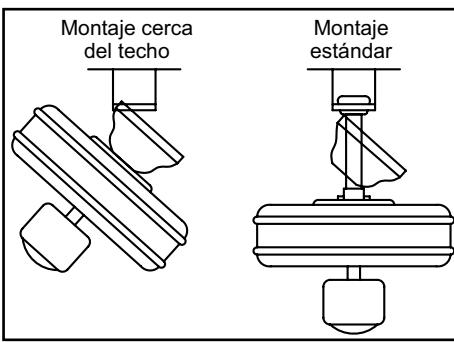

Figura 11
4. Con cuidado alza el ensamblado hacia la placa de montaje del techo y cuelga el ventilador del gancho suministrado usando uno de los orificios en el borde exterior de la cubierta de techo (Figura 11). **Si usas el montaje estándar**, asienta la bola de soporte en la placa del soporte de montaje. Asegúrate de que la pestaña sobre el casquillo de soporte de montaje encaje bien dentro de la ranura de la bola de soporte (Figura 11).
**EL GANCHO COMO SE MUESTRA EN LA FIGURA 11 SOLAMENTE ES PARA EQUILIBRAR EL VENTILADOR MIENTRAS SE CONECTAN LOS CABLES. SI NO SE CUELGA COMO SE MUESTRA EN LA FIGURA 11, PUEDE ROMPERSE EL GANCHO, Y EL VENTILADOR SE CAERÁ. EL GANCHO DEBE PASAR DE ADENTRO HACIA FUERA DE LA CUBIERTA.**